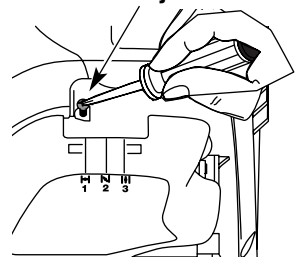

Fig. 32
La velocidad mínima del motor puede ser ajustada. Puede tener acceso al tornillo de ajuste de mínima a través de un orificio en la parte superior de la cubierta del motor (Fig. 32).
2. Suelte el gatillo del regulador y deje que el motor funcione en mínima (☛). Si el motor se para, inserte un destornillador Phillips pequeño en el orificio de la cubierta del motor (Fig. 32). Gire el tornillo de mínima hacia adentro, en sentido horario, de a 1/8 de vuelta por vez (según sea necesario) hasta que el motor funcione en mínima suavemente.